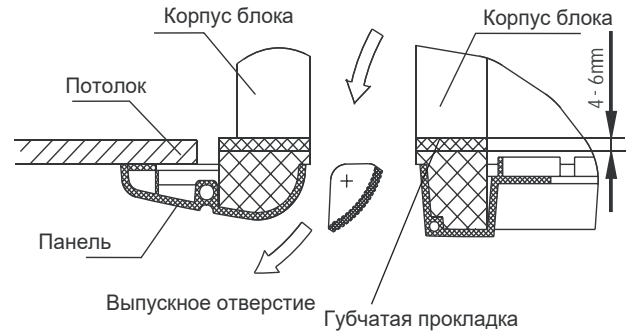

Рис.27
4. При помощи 4 болтов отрегулировать горизонтальное положение панели и затянуть болты таким образом, чтобы толщина губчатой прокладки между корпусом и панелью уменьшилась до 4-6мм (Рис.27).
6. Затянуть болты под крюками панели таким образом, чтобы толщина губчатой прокладки между корпусом и панелью уменьшилась до 4-6 мм. (Рис.27)